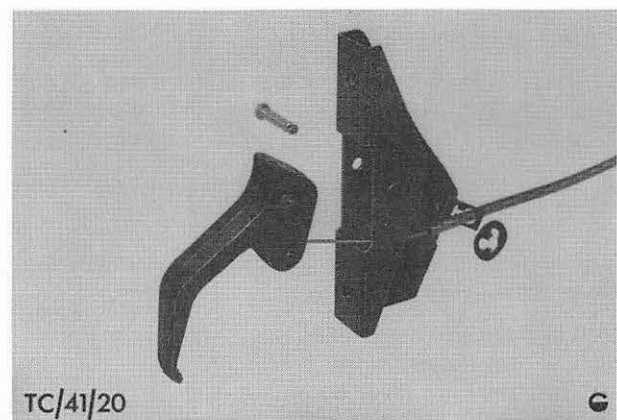

Abb. 19 Haubenzuggriff und Halter – Einzelteile zerlegt
14. Haubenzuggriff, mit dem Griffteil nach unten, am Halter anbringen und Lagerbohrungen ausrichten. Lagerbolzen einschieben und mit Sprengring sichern. Abb. 19.